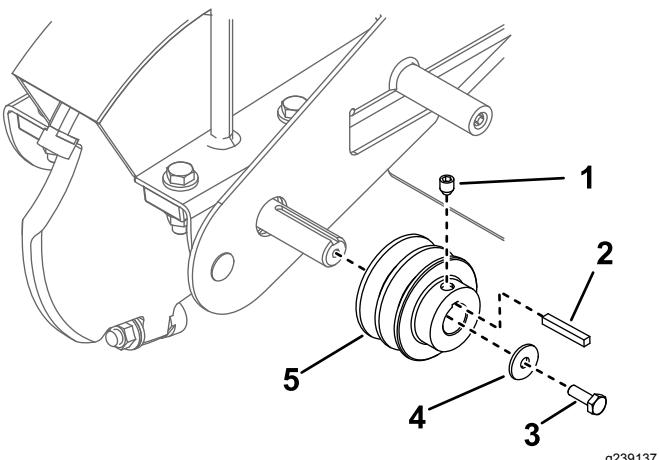

**Figure 8**
3. Montez la plaque de protection au moyen de deux boulons à embase (5/16 x  $\frac{3}{4}$  po), d'un boulon de carrosserie (5/16 x  $\frac{3}{4}$  po) et de trois contre-écrous (5/16 po), comme montré à la Figure 8.